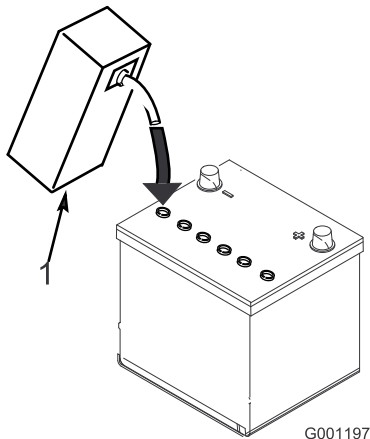

Figura 10
3. Llene cuidadosamente cada celda con electrolito hasta que las placas estén cubiertas de 6 mm aproximadamente de fluido (Figura 10).
Nota: Rellene según sea necesario para que el electrolito llegue a una distancia de 6 mm aproximadamente del fondo del hueco de llenado (Figura 10).